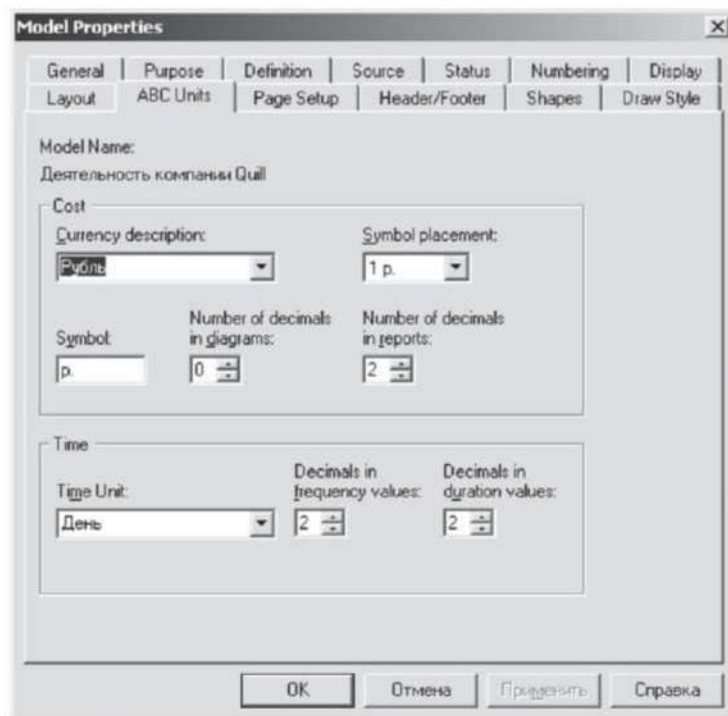

Рис. 9.1. Вкладка ABC Units диалога Model Properties
1. В диалоге Model Properties (вызывается из меню Model/Model Properties) во вкладке ABC Units (рис. 9.1) установите единицы измерения денег и времени — руб- ли и дни.